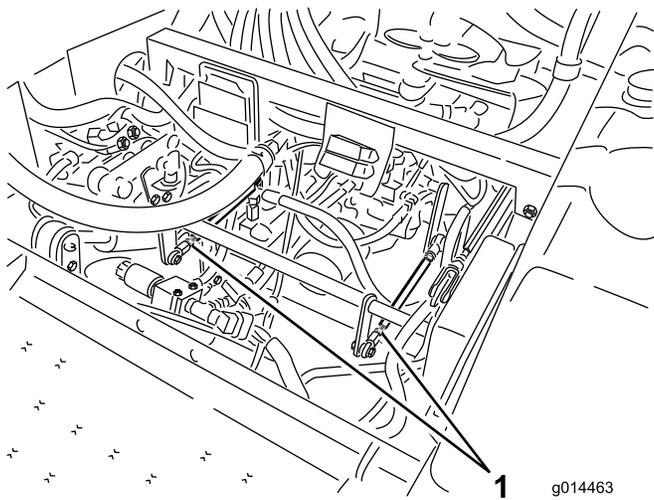

Bild 38
- Wenn sich der linke Hinterreifen dreht, lockern Sie die Klemmmuttern auf der linken Seite der Getriebeschaltstange (**Bild 38**).